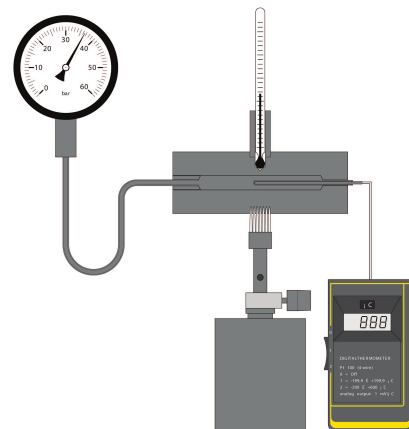

Abb. 17: Versuchsapparatur zur Messung der Dampfdruckkurve von Wasser
Die Apparatur stellt eine geschlossene Einheit dar (Abb. 17). Das Kupfergefäß ist bis auf ein kleines Dampfvolmen vollständig mit Wasser gefüllt. Es wurde darauf geachtet, dass der mit Wasserdampf gefüllte Teil des Gefäßes keine Luft enthält. Das Zeigermanometer zeigt den Druck in bar an. Es gilt: 1 bar = 10^5 Pa. Das Erhitzen erfolgt mit zwei Butangasbrennern. Die Temperatur der Flüssigkeit wird mit einem
- Schieben Sie seitlich den Platin-Widerstandstemperturfühler in die vorgesehene Öffnung des Kupferzylinders (vgl. Abb. 17).